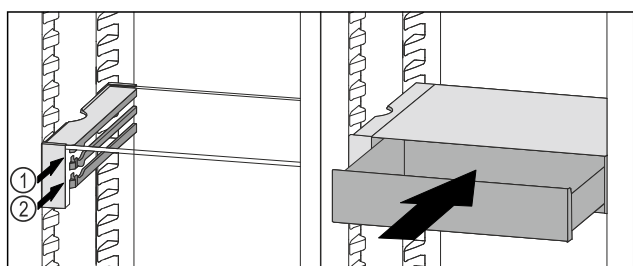

Fig. 94
- Поставете чекмеджето на VarioSafe зад ограничителите върху желаното ребро Fig. 94 (1) или Fig. 94 (2).